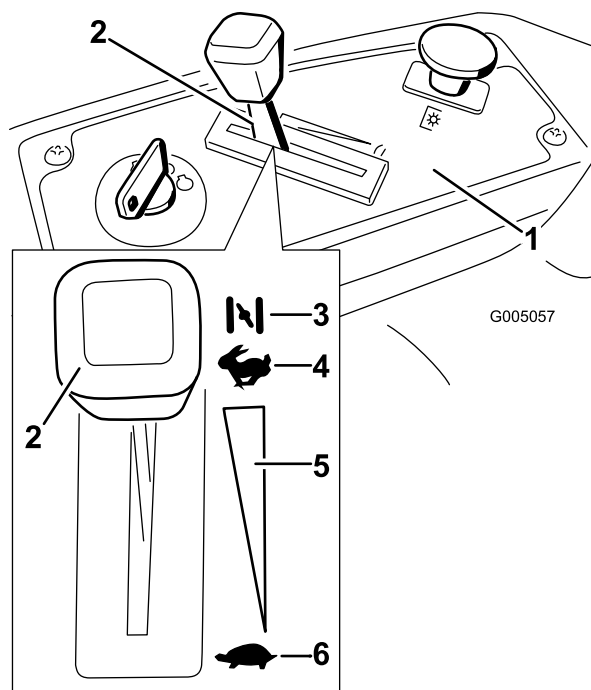

Figure 11
3. Placez la manette d'accélérateur en position Starter pour démarrer à froid (Figure 11).
5. Lorsque le moteur a démarré, amenez progressivement la manette d'accélérateur en position de Haut régime (Figure 11). Si le moteur cale ou hésite, ramenez la manette d'accélérateur en position de starter pendant quelques secondes. Répétez l'opération si nécessaire.
3. Tournez la clé de contact à la position contact coupé (Figure 11) et enlevez-la.